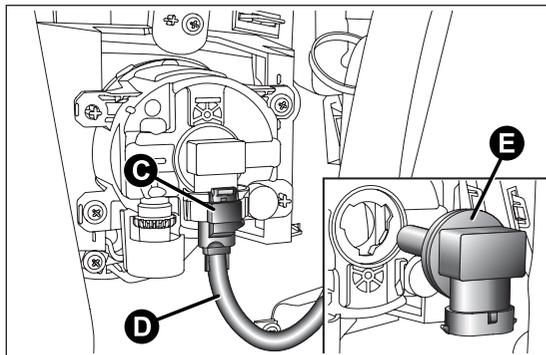

fig. 126
- agir sur l'agrafe C fig. 126 et débrancher le connecteur électrique D ;